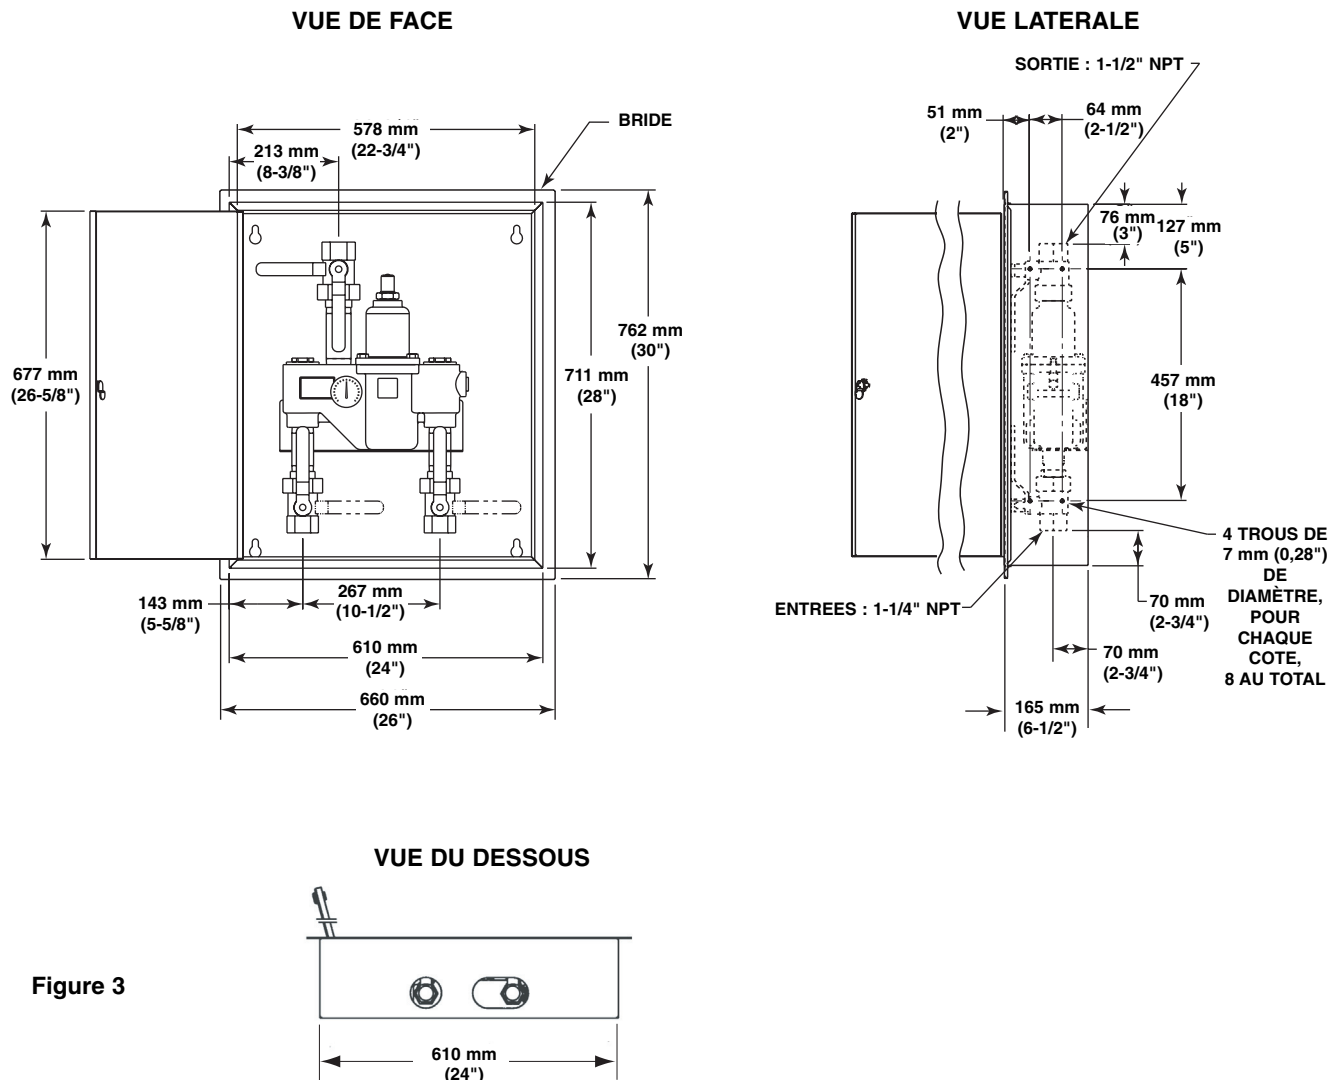

Figure 3
1. Pratiquer une ouverture initiale de 63 cm L x 72 cm H (24,5" x 28,5") dans le mur, pour y fixer le cabinet (voir Figure 3).
2. Mesurer et marquer l'emplacement des trous pour le montage, selon les dimensions indiquées à la Figure 3. Si nécessaire, installer quatre ancrages muraux de 1/4" (fournis par l'installateur).